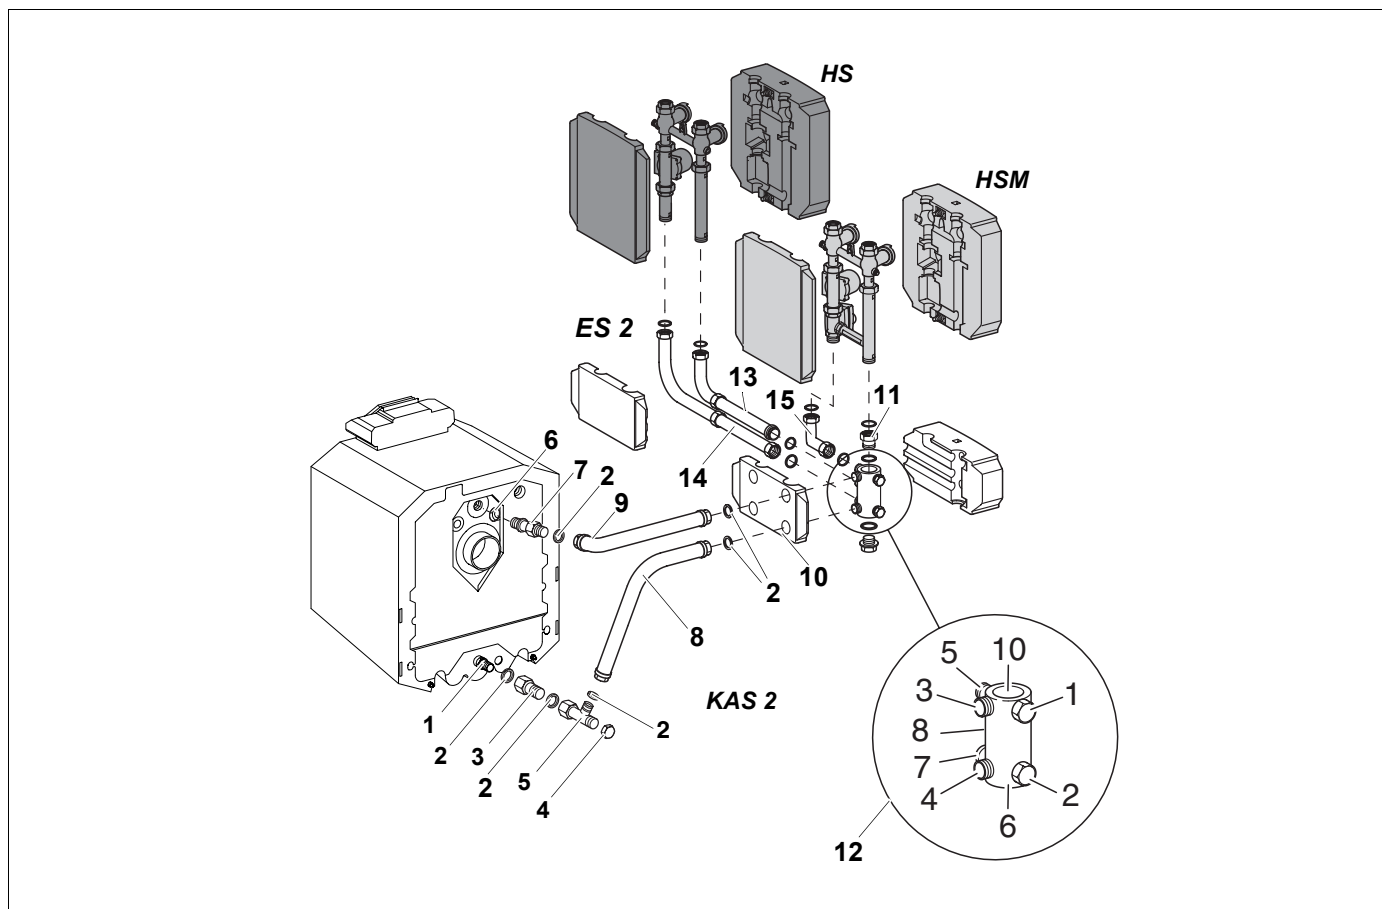

Рис. 7 Боковое подключение, левое параллельное исполнение
Нумерация подключений на встроенном многофункциональном коллекторе должна обязательно совпадать с нумерацией на рис. 7, иначе не совместятся друг с другом штуцеры подающей и обратной линий со стороны котла и со стороны отопительного контура!
Экспликация к рис. 7
- Приложить трубу обратной линии (8) к боковому отводу тройника (5) так, чтобы длинная сторона была направлена вниз, вложить уплотнение и скрутить их.
- Короткую сторону трубы обратной линии выровнять в горизонтальном положении и прикрутить удлинительный элемент (3) к тройнику (5).
- Прикрутить сзади к тройнику (5) торцевую крышку (4).
- Вырезать теплоизоляцию (10) и надеть на трубы подающей и обратной линий.
- Присоединить отвод N 3 многофункционального коллектора (12) к трубе подающей линии (9).
- Присоединить отвод N 4 многофункционального коллектора к трубе обратной линии (8).
- Вкрутить переходник (11) сверху в отвод N 10 многофункционального коллектора.
- Установить уплотнения в уголок (15) и прикрутить его длинной стороной к отводу N 5 многофункционального коллектора.
- Установить уплотнения в переходник (11) и в уголок (15).
- Установить комплект подключения отопительного контура со смесителем (HSM) или без смесителя (HS) в соответствии с рис. 7.